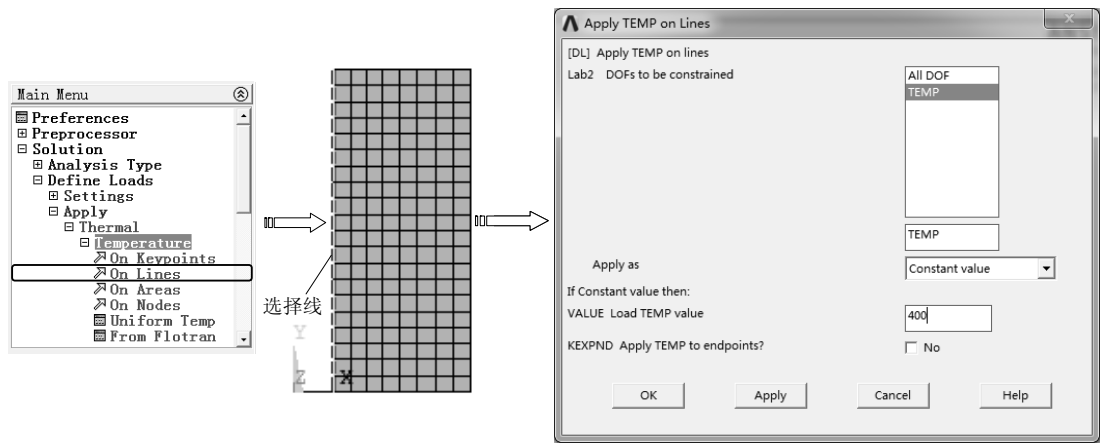

图 8-64 在线上施加温度约束
1) 选择 “Main Menu>Solution>Define Loads>Apply>Thermal>Temperature>On Lines” 命令，弹出实体选取对话框，用鼠标选择线后，单击 “OK” 按钮，弹出 “Apply TEMP on Lines” 对话框，在 “DOFs to be constrained” 列表框中选择约束类型 “TEMP”，在 “Load TEMP value” 文本框中输入数值 400，单击 “OK” 按钮完成约束，如图 8-64 所示。